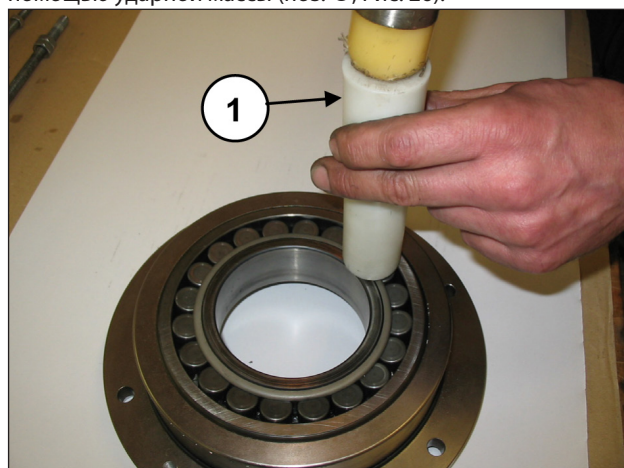

Рис. 26
Положите коленчатый вал на дно картера. Отделите крышку корпуса подшипника от подшипника с помощью ударной массы (поз. ①, Рис. 26).